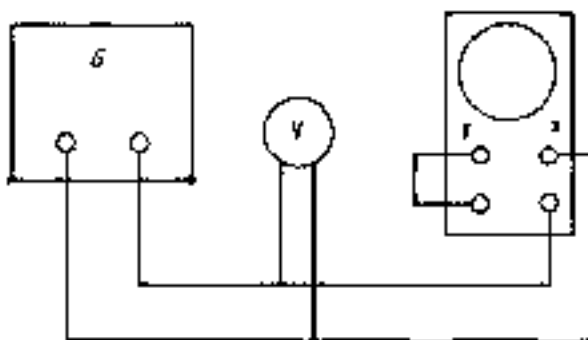

Рисунок 24.2. Схема градуировки осциллографа по горизонтальной оси
1. Отключить осциллограф и звуковой генератор от схемы. Соединить выход генератора с горизонтальным входом осциллографа, а вертикальный вход замкнуть накоротко (рис. 24.2). Регулятором генератора повысить напряжение так, чтобы отклонение луча от центра по горизонтали примерно соответствовало отклонению по горизонтальной оси, полученному при наблюдении гистерезисного цикла. Измерить напряжение U_X и соответствующий ему размах изображения X на экране осциллографа.